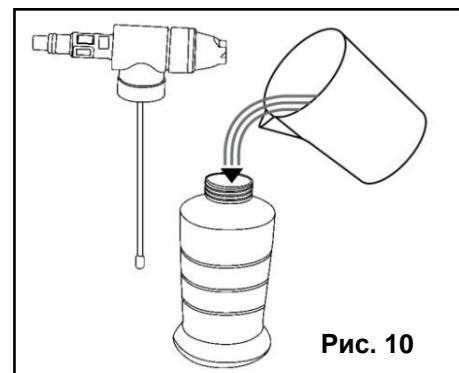

Рис. 10
- Наполните резервуар (бачок) соответствующим жидким моющим средством (См. Рис. 10).